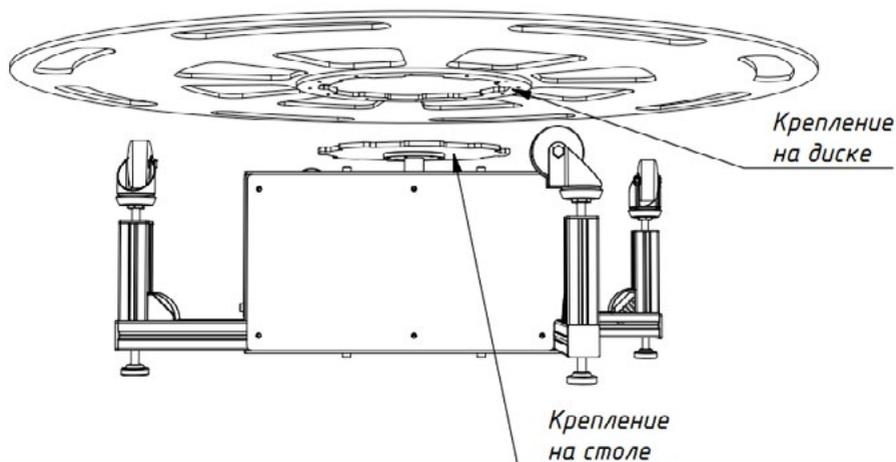

Рисунок 3
2. Положите на колёса металлический диск так, чтобы крепление на столе было совмещено с креплением на диске (рисунок 3).